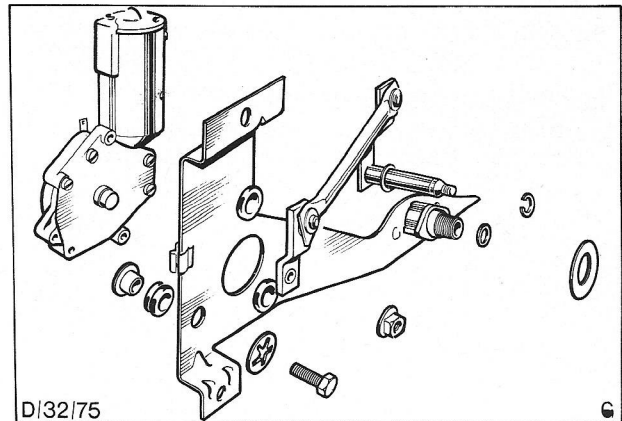

Fig. 36. Onderdelen van de wissermotor (achter) en de verbindingen
5. Verwijder de moer van de aandrijffas en de drie bevestigingsbouten. Fig.36